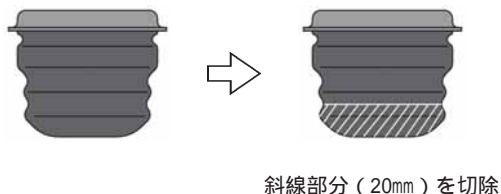

図 4-1
- 1. 本製品は取付けの際に純正バンブラバーを加工して使用します。車両から取外した純正バンブラバーの下側を20mm切除してください。(図4-1)